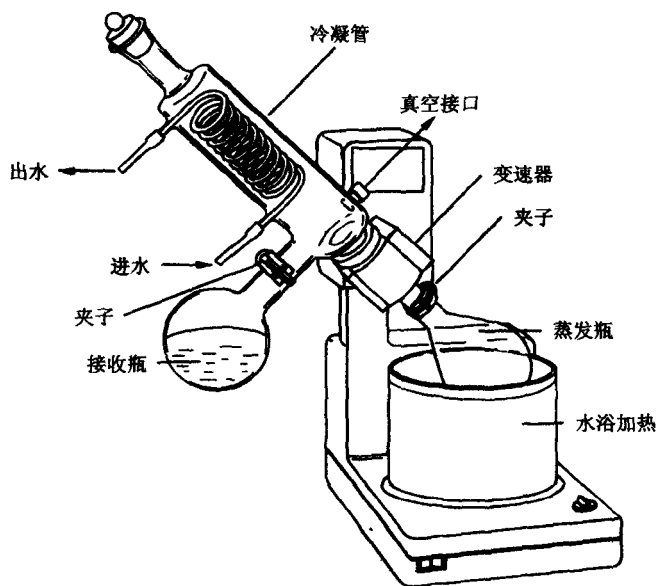

图 1-8 旋转蒸发器
(6) 旋转蒸发器 可用来回收、蒸发有机溶剂。由于它使用方便，近年来在有机实验室中被广泛使用。它利用一台电机带动可旋转的蒸发器（一般用圆底烧瓶）、冷凝管、接收瓶，如图 1-8 所示。此装置可在常压或减压下使用，可一次进料，也可分批进料。由于蒸